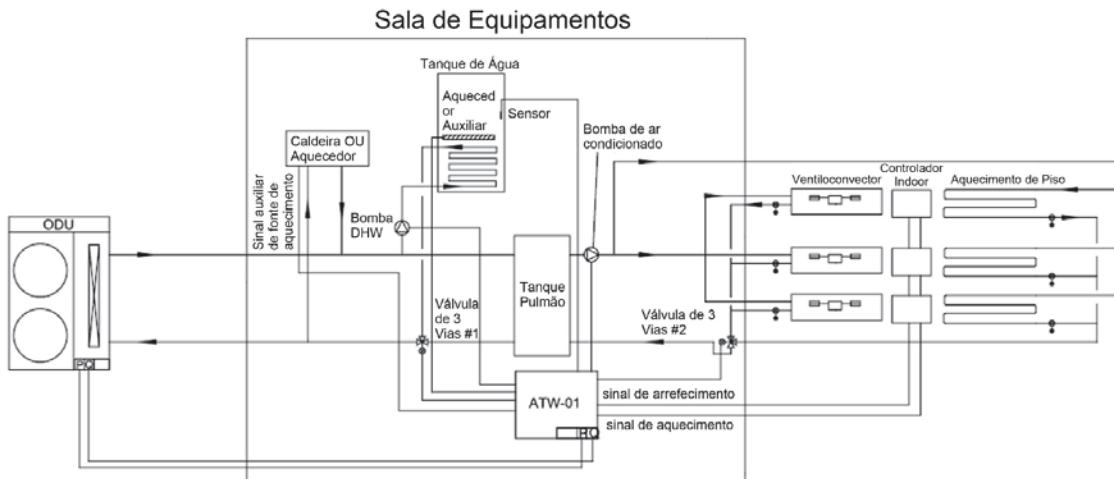

Fig.3 DHW controlado por YR-E27
- YR-E27, juntamente com sensor de temperatura da DHW (conectado ao CN31), que será inserido no tanque da DHW enquanto o estado de BM1-1 da PCB da unidade exterior está definido como DESLIGADO (fig.3);